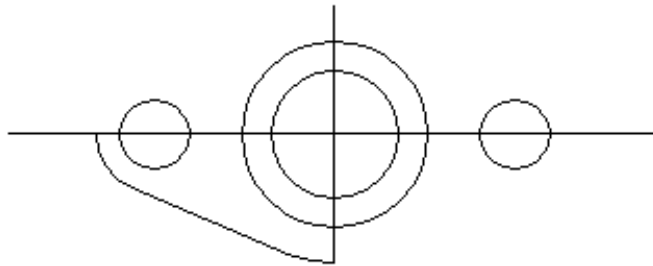

Рис. 6.5 Заготовка крепёжной планки
Рассмотрим чертеж на рис. 6.5. Он может быть закончен зеркальным копированием относительно вертикальной оси.
3. Щелкните на пиктограмме **ERASE** (стереть). На приглашение о выборе объектов, укажите отрезок и две дуги справа внизу между осевыми линиями и нажмите **ENTER**. В результате вы должны получить чертеж, показанный на рис. 6.5.